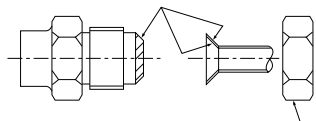

Fig. 4-1
4.2. Εσωτερική μονάδα (Fig. 4-1)